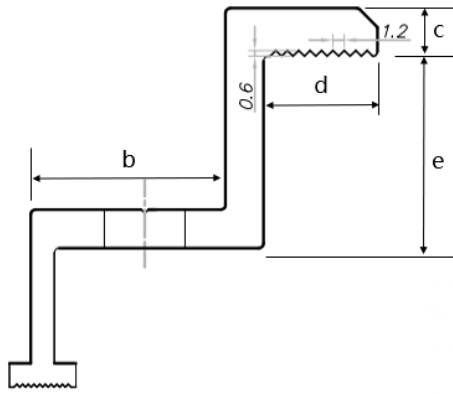

图 8 边压块横截面示意图
- ⑦ 为防止安装组件后脱框，建议选择边缘安装压块和中间安装压块与边框 A 面接触面均带有花纹槽结构的压块，花纹槽结构建议数量为 9 个左右，相邻花纹槽距离建议 1.2mm 左右，花纹槽深度建议 0.6mm 左右，如图 8 所示。